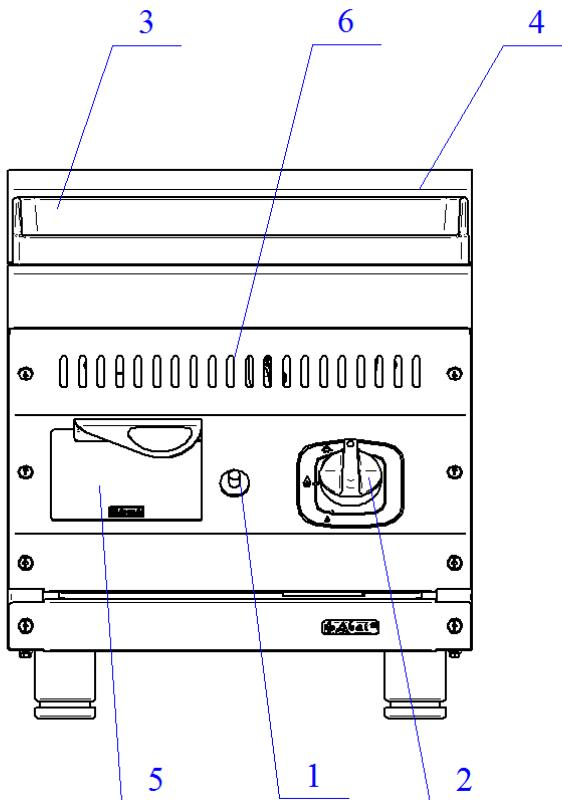

Рис. 1. Аппарат газовый
4.1. Устройство аппарата газового показано на рис.1.
Нажмите на ручку крана горелки и поверните ее против часовой стрелки, установив символ искры зажигания напротив метки на панели управления (рис. 2а). Нажав до упора, одновременно произведите поджог газа при помощи пьезорозжига. Удерживайте ручку крана в течение не менее 15 секунд, после чего отпустите. После проведения вышеуказанных операций необходимо проконтролировать наличие горения газа, для чего необходимо посмотреть в смотровое окно 6 (рис.1), в котором можно наблюдать наличие пламени. Пламя должно быть устойчивым. Если пламя не горит, повторите операцию.